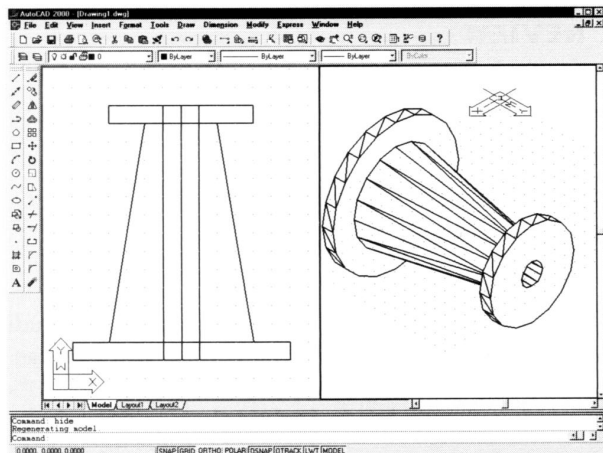

图35-11 旋转的对象：平面视图(左)和立体视图
3) 在3D中观看对象并注意到围绕多义线的中心轴的位置 (见图35-11)。如果轴线有一定的角度并且如果这个倾斜角度将引起对象旋转时交叠到自己，则 AutoCAD会提示 “ Unable to revolve the selected object. ”